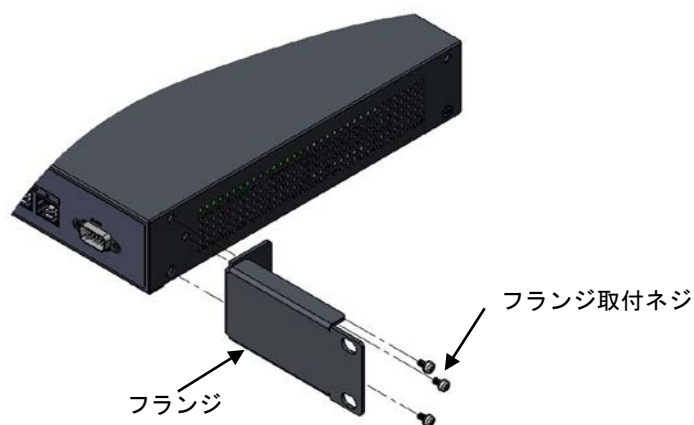

図 3 1 フランジの取り付け
- 4) フランジ用として同梱されたネジを使用して、図 3 1 に示すようにフランジを装置フロントパネル側に取り付けてください。